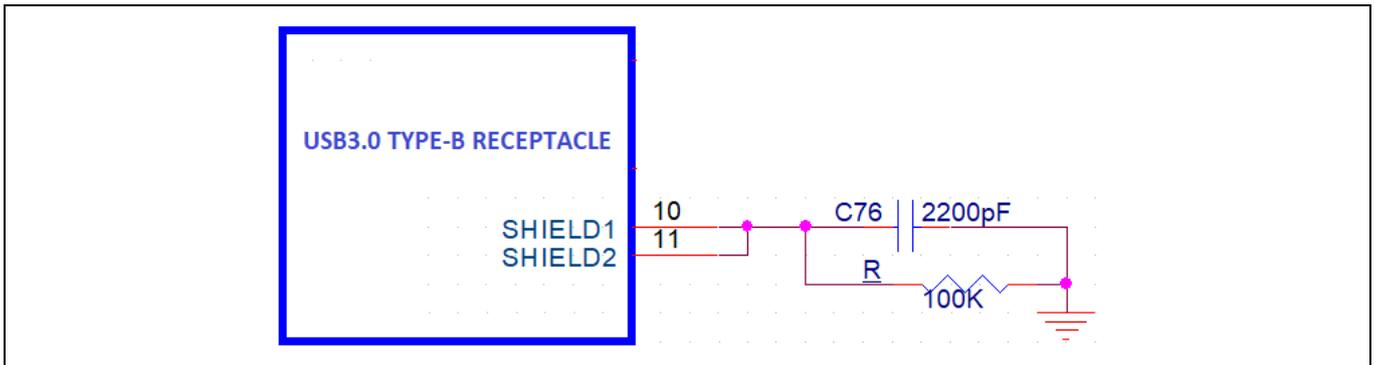

Figure 35 标准 Type-B 插座布局示例
- 使用 LC(或)RC 电路将 USB 3.0 插座上的“屏蔽”引脚接地，以避免 EMI/EMC 问题。建议使用一 RC 电路如 Figure 35 所示。